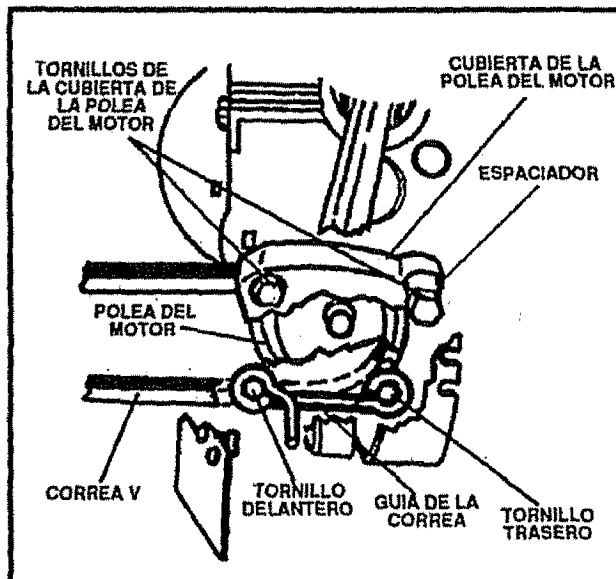

FIG. 10
- Remueva los dos tornillos superiores de la cubierta de la polea del motor (vea la Fig. 10) y remueva la cubierta.
- Remueva el tornillo delantero que asegura la guía de la correa (vea la Fig. 10) al motor. Luego suelte el tornillo trasero y oscile la guía de la correa, alejándola de la correa.